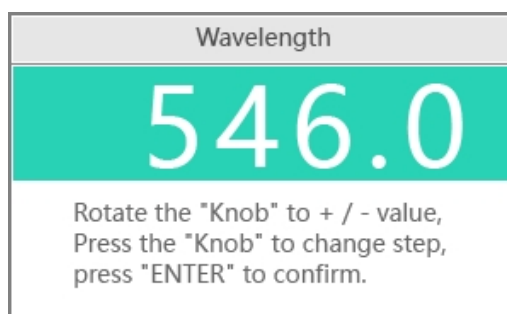

Fig. 6-6 Réglage de la longueur d'onde de mesure
- 1 Appuyer sur le bouton pour ouvrir l'interface de réglage (figure 6-6), tourner le bouton pour modifier la longueur d'onde de mesure et appuyer sur **"ENTER"** pour confirmer.